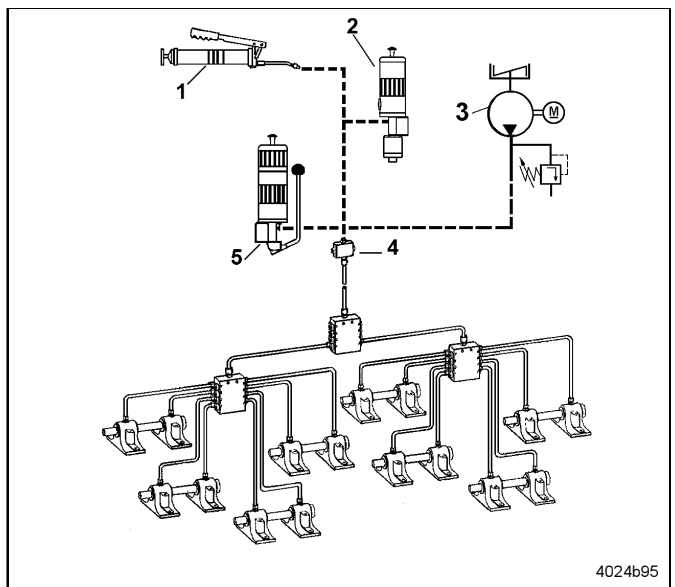

Abb. 13 Anschlussmöglichkeiten von Pumpen
- In Verbindung mit Handpumpen, pneumatischen oder elektrischen Pumpen bilden Progressiv Verteiler einfache und kostengünstige Zentralschmieranlagen (Abb. 13).